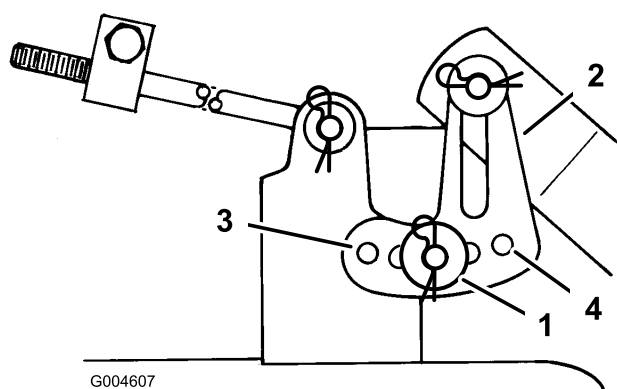

Figura 45
11. Togliete la coppiglia a forcina e la rondella dalla staffa di livellamento (Figura 45).
12. Riposizionate la staffa di livellamento in un foro diverso, e montate la rondella e la coppiglia a forcina (Figura 45).